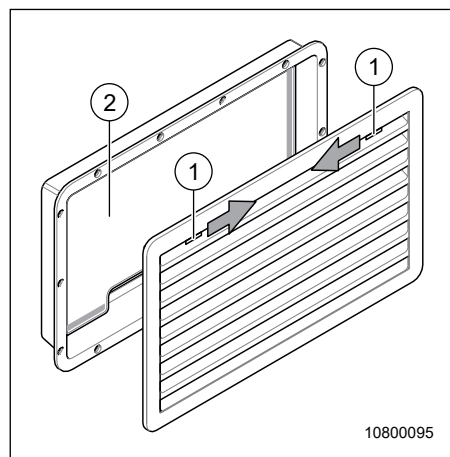

Fig. 102 Grille de ventilation du réfrigérateur
1. Glisser les verrouillages (Fig. 102, Pos. 1) sur les côtés.
3. Placer le recouvrement d'hiver (Fig. 102, Pos. 2) dans le cadre.